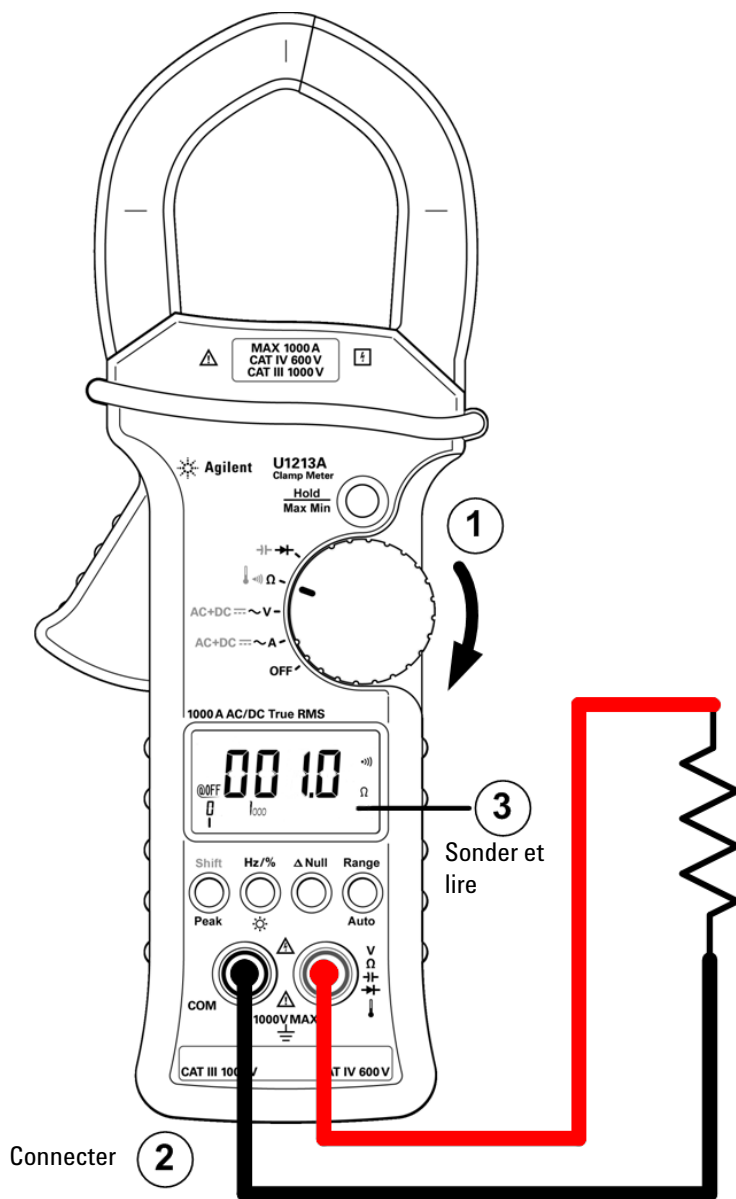

Figure 2-4 Test de continuité
- 4 Pour effectuer le test de continuité, appuyez une fois sur **Shift**. (voir Figure 2-4 à la page 24). L'alarme retentit si la résistance est inférieure à 10,0 Ω .